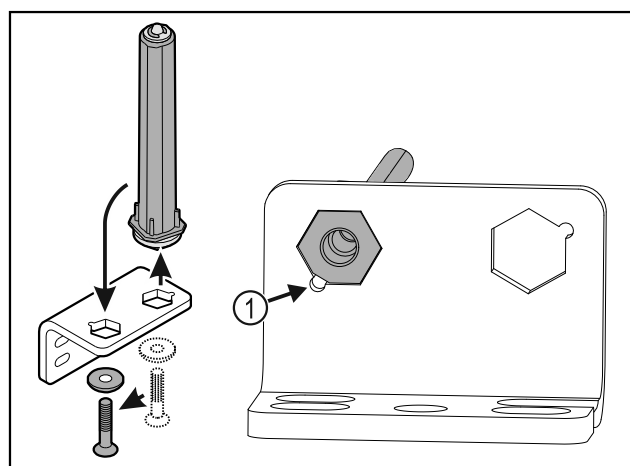

Fig. 31
- ▶ Bodite pozorni, da pri vstavljanju izravnalne točke sornika Fig. 31 (1) kažejo v smeri okrogle luknje.